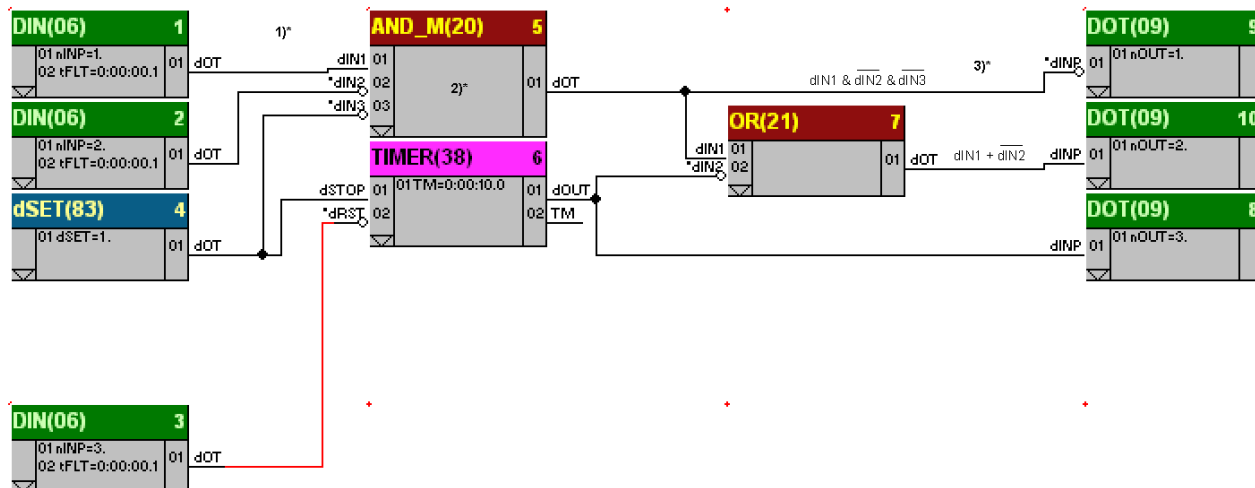

Рисунок 4.7 - Пример конфигурирования
Возможности конфигурирования не зависят от функционального блока и определяются следующими правилами (рис. 4.7):
На рис. 4.7 представлен пример конфигурирования.
На рис. 4.7 представлены различные примеры и варианты конфигурирования:
3) Выходной сигнал функционального блока многовходового И 5-MULTI_AND(20)-03 подается на 1-й дискретный выход контроллера, для чего на вход 01 блока дискретного выхода 9-DOT(09) подключен 01 выход блока многовходового И 5-MULTI_AND(20)-03. Сигнал на входе 01 функционального блока дискретного выхода 9-DOT(09) инвертируется.
4) На рис.4.7 показана инверсия входов следующих функциональных блоков: